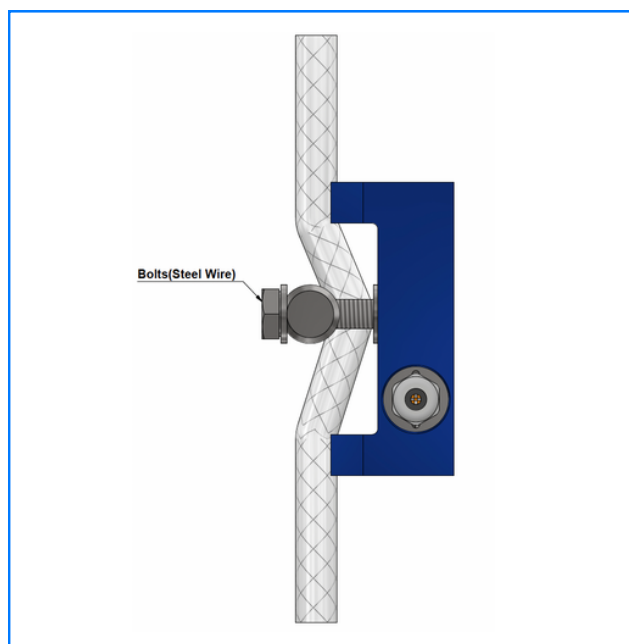

Abbildung 2
2. Ziehen Sie die Schrauben (Stahlseil) an, bis das Stahlseil die Seilplatte berührt, wie in Abbildung 2 dargestellt.